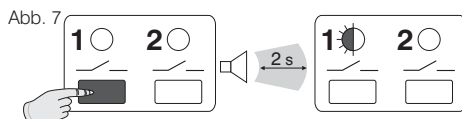

Abb. 7
- Die **Taste 1** gedrückt halten, bis ein einzelnes, akustisches Signal ertönt; dann die Taste loslassen; **LED 1** blinkt. Der Sender ist dem Empfänger zugeordnet (Abb. 7).